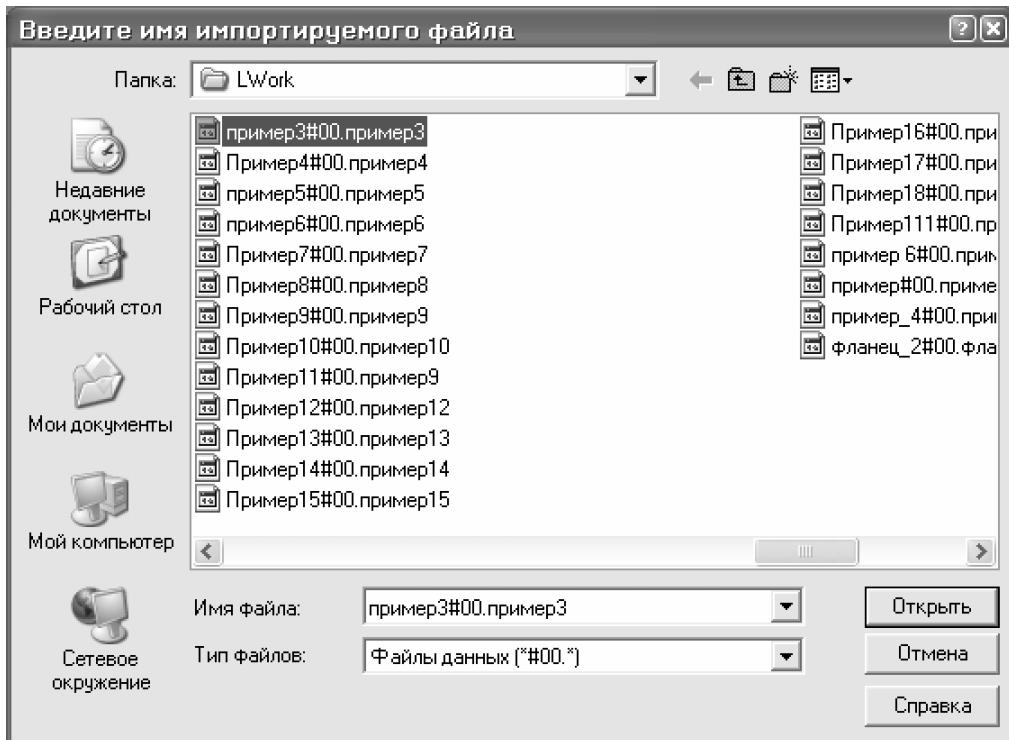

Рис.3.25. Диалоговое окно Введите имя импортируемого файла
- В диалоговом окне **Введите имя импортируемого файла** (рис. 3.25) выделите файл **пример3#00.пример3**.